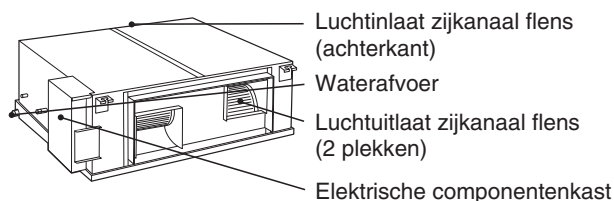

Afb. 8-2
- (1) Raadpleeg tabel 8-2, 8-3, 8-4 en Afb. 8-2 voor details over de relatie tussen de waarde van itemcode “5d” en de externe statische druk.
- (2) Bij groepsbediening (meerdere binnenunits aangesloten op één afstandsbediening met timer), moet u op elke binnenunit itemcode “5d” instellen.
- **Zorg ervoor dat de externe statische druk binnen het gespecificeerde bereik blijft. Ga vervolgens door met de externe statische drukinstelling. Incorrecte instellingen kunnen leiden tot geruis, te weinig luchtverplaatsing en waterlekage. Raadpleeg Afb. 8-2 voor het instelbereik van de externe statische druk.**
Raadpleeg tabel 8-2 en Afb. 8-2 en kies uit de waarden **"00 06"**, **"00 03"** of **"00 01"**.
4. Selecteer "Set data" (In te stellen set gegevens) door op de of toets te drukken. Selecteer één van de "Set data" (In te stellen set gegevens) uit "0006", "0003" of "0001" aan de hand van de gewenste externe statische drukinstelling door op de of toets te drukken. (Zie Tabel 8-3 en Afb. 8-2.) Druk vervolgens op de toets.
Raadpleeg tabel 8-4 en Afb. 8-2 en kies uit de waarden “**00 06**”, “**00 03**” of “**00 01**”.